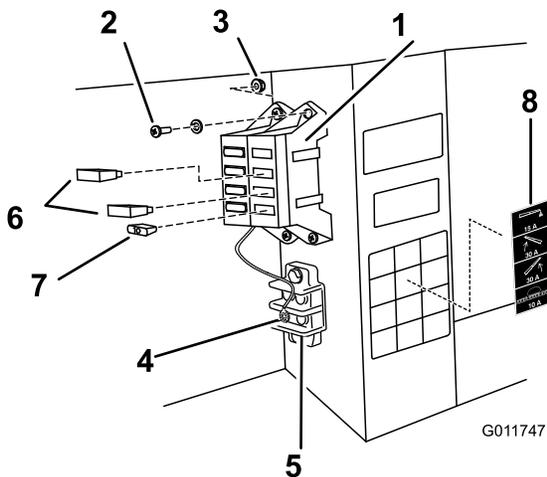

Figura 12
8. Ligue o fio de massa preto ao parafuso de 1/4 pol. existente no lado de dentro da estrutura do veículo, utilizando a anilha tipo estrela (Figura 12).
10. Instale o bloco de fusíveis e a cablagem na estrutura ao lado do bloco de fusíveis existente, utilizando os dois parafusos (n.º 10-24 x 3/4 polegada) e as duas porcas de bloqueio (n.º 10-24) conforme ilustrado em Figura 12.
A. Instale os dois disjuntores térmicos de 30 amp nas ranhuras dos fusíveis de elevação da rampa esquerda e direita (Figura 12).
B. Instale o fusível de 10 amp na ranhura do fusível de alimentação do sistema de pulverização (Figura 12).